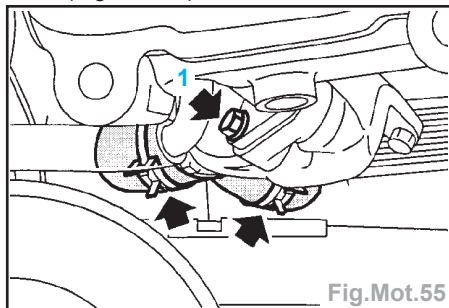

Fig.Mot.55
- Desserrer les 2 colliers maintenant la durit sur le collecteur de liquide de refroidissement et le boîtier du thermostat (Fig.Mot.55).
- Enlever le boulon (1) (Fig.Mot.55), dégager le collecteur de liquide de refroidissement du boîtier du thermostat et jeter le joint.